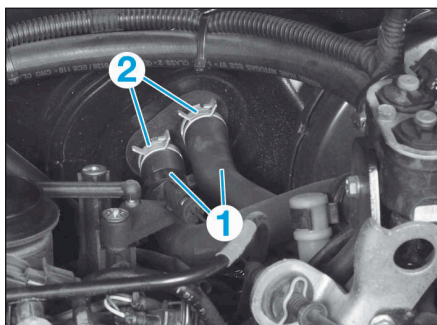

FIG.15
- Placer des pince-durits sur les durits (1) (Fig.15).
- Déposer les colliers (2).
- Désaccoupler les durits (1).